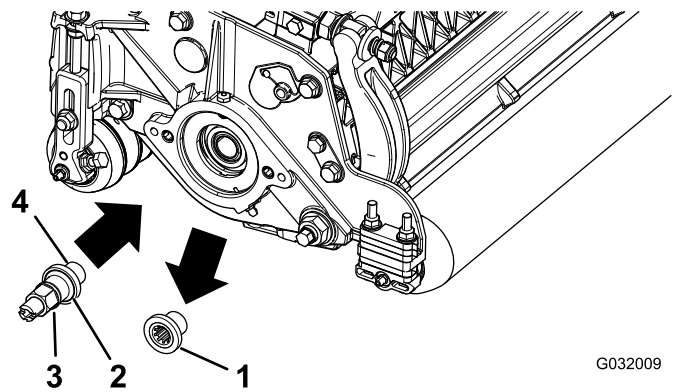

Figura 2
2. Retire e deite fora o inserto roscado da unidade de corte para transmissão da escova do rolo traseiro (Figura 2).
4. Aplique adesivo de roscas nas roscas do eixo de transmissão (Figura 2) e instale o veio direito ou esquerdo, apertando-o a 115 a 128 N·m.